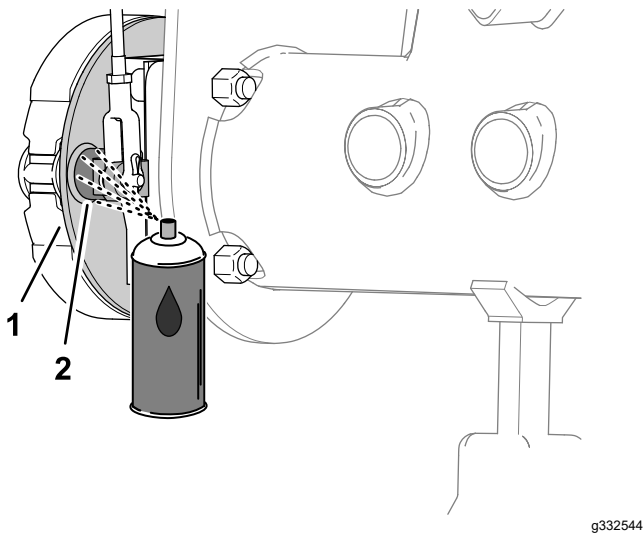
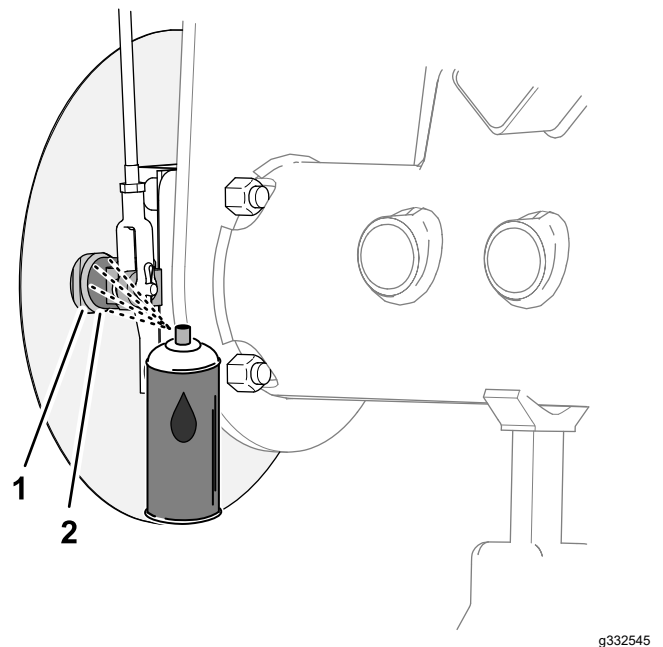

図 79
図 80
1. ブレーキのバックングプレートの機体中心側ガラスシールド非装着車の場合または、ホイールシールドの機体中心側ガラスシールド装着車の場合に、ブレーキのカムシャフトとバックングプレートとの間に浸潤性のオイルをスプレーする 図 79または 図 80。